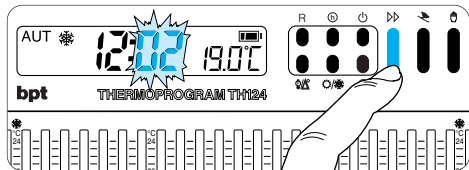

Fig. 16
**5.2** - Premere il pulsante ▶▶ (fig. 16) sino a che non si raggiunga il valore esatto dei minuti.